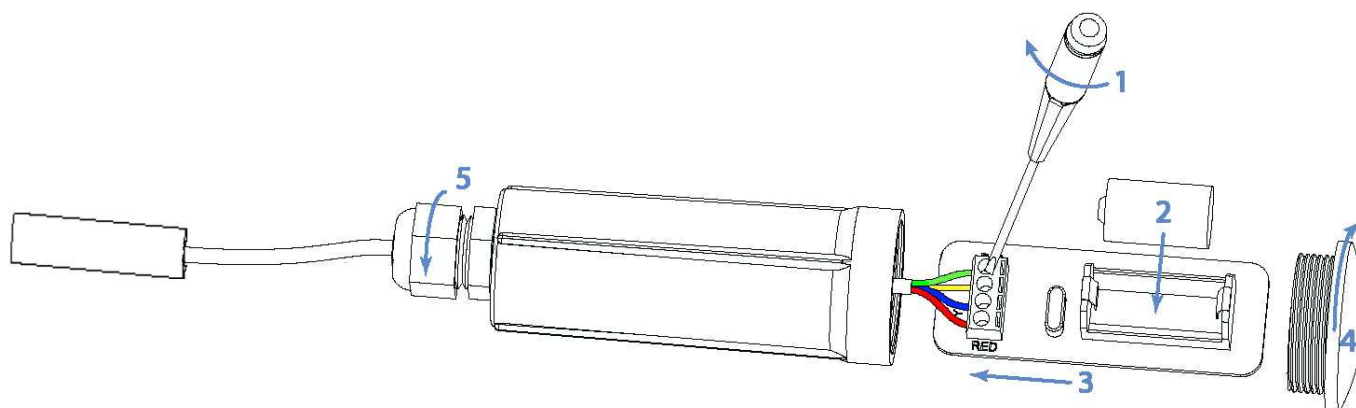

Рис. 4.1 - Подключение зонда Probe S1 или зонда Probe S3 к тегу WST-OPB
1. Открутите торцевую крышку 4 корпуса тега, вращая её против часовой стрелки. Выньте плату тега 3 из его корпуса (см. Рис. 4.1).
4. Просуньте конец зонда Probe S1 или зонда Probe S3 со свободными от изоляции и залуженными цветными проводами через отверстие кабельного ввода тега и вставьте их в клеммный блок. При этом соблюдайте цветовую маркировку, как показано на Рис. 4.1 (обратите внимание, что в зависимости от типа кабеля зонда вместо жёлтого провода может быть коричневый). Затяните винты клеммного блока с помощью отвёртки.